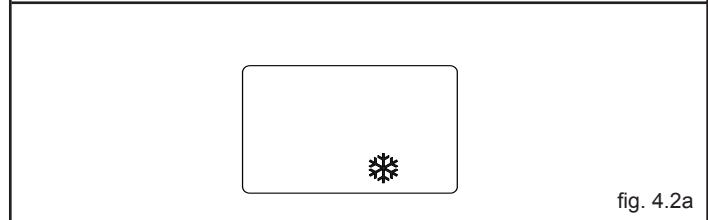

fig. 4.2a
- **Antigelo:** quando la temperatura dell'acqua di caldaia scende sotto i 5°C si attiva il circolatore e, se necessario, il bruciatore alla minima potenza per riportare la temperatura dell'acqua a valori di sicurezza (35°C). Durante il ciclo antigelo sul visualizzatore digitale appare il simbolo ❄ (fig. 4.2a).